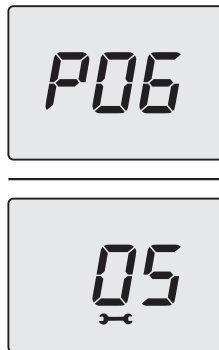

Figura 5.40
- Premere per 1 sec. il tasto 13 (Figura 5.35) per entrare nel parametro selezionato. Il display visualizzerà quanto segue (Figura 5.40).